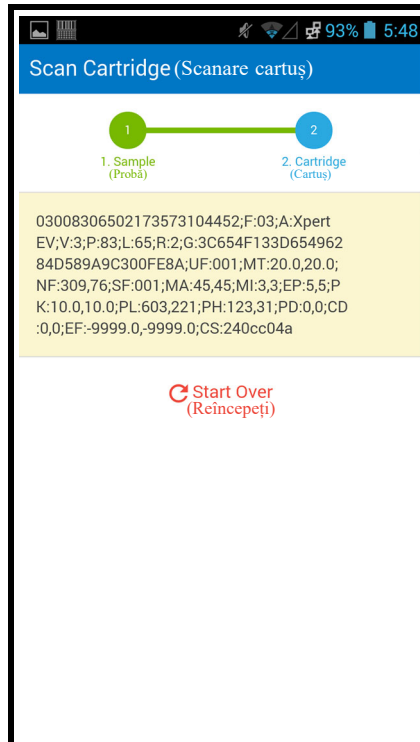

Figura 5-107. Ecranul cu informații despre cartușul scanat Cepheid Link
- Apăsăți butonul scannerului (aflat pe ambele părți ale scannerului de coduri de bare) pentru a scana codul de bare al cartușului. După scanarea cu succes a codului de bare al cartușului, Cepheid Link va asocia cartușul cu proba. Scannerul va afișa pentru moment informațiile despre cartușul scanat (consultați Figura 5-107).